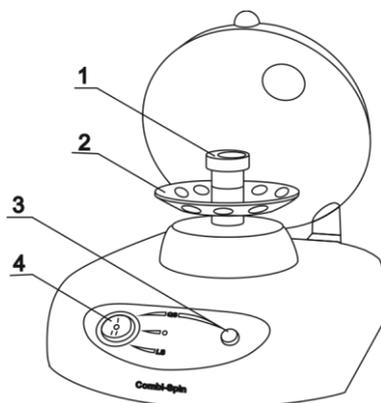

Fig.1 Vue d'ensemble
L'appareil est fourni avec un mécanisme de fixation qui convient à tous les types de rotors mentionnés ci-dessus; l'utilisateur peut donc facilement changer de rotor en l'espace de 3 à 5 secondes en fonction du type de tubes désirés. Pour changer le rotor (fig.1/2), maintenez-le d'une main et tournez la tête du vortex (fig.1/1) dans le sens antihoraire pour le libérer. Changez le rotor, puis revissez la tête de vortex.
- 4.2.1. Positionnez le bouton (Fig.1/4) sur I (**QS**, Quick Spin).
- 4.2.2. Ouvrez le couvercle et placez un nombre PAIR de tubes (les uns en face des autres) dans les emplacements du rotor (Fig.1/2). Fermez le couvercle.
- 4.2.3. Pressez le bouton **QS** (Fig. 1/3) pour effectuer le mélange rapide/la sédimentation et maintenez-le appuyé jusqu'à ce que la durée souhaitée soit obtenue. L'appareil s'arrêtera automatiquement une fois que le bouton **QS** sera relâché.
- 4.2.4. Positionnez le bouton (Fig.1/4) sur O (OFF).
- 4.3.1. Positionnez le bouton (Fig.1/4) sur I (**QS**, Quick Spin).
- 4.3.2. Tenez délicatement avec les doigts la partie supérieure du tube et, dans le même temps, pressez la partie inférieure contre le fond creux de la tête du vortex (Fig.1/1).
- 4.3.4. Positionnez le bouton (Fig.1/4) sur O (OFF).
- 4.4.1. Ouvrez le couvercle et placez un nombre PAIR de tubes (les uns en face des autres) dans les emplacements du rotor (Fig.1/2). Fermez le couvercle.
- 4.4.2. Positionnez le bouton (Fig. 1/4) sur II (**LS**, Long Spin) pour commencer la centrifugation.